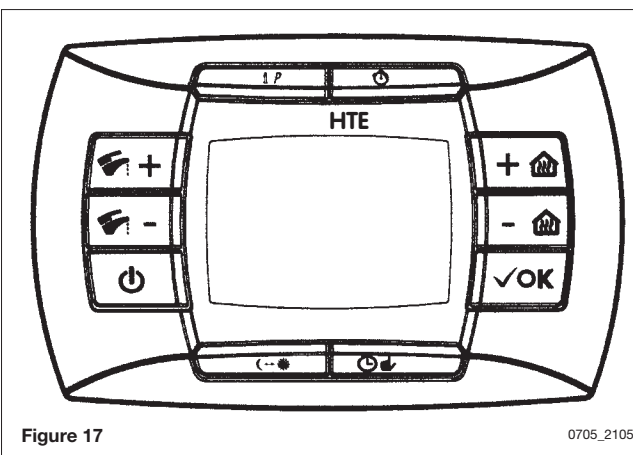

Figure 17
- appuyer et maintenir appuyée la touche  et ensuite appuyer la touche  (voir figure 17).